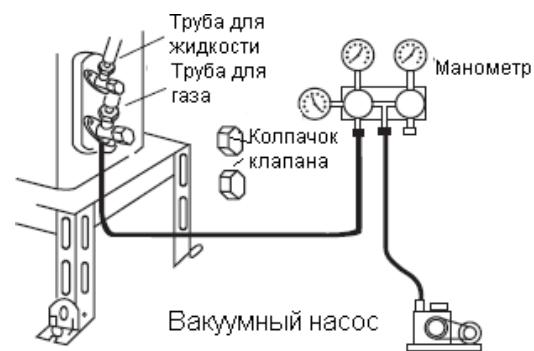

Рис. 5
- Затяните колпачок на клапане низкого давления (см. рис. 5).